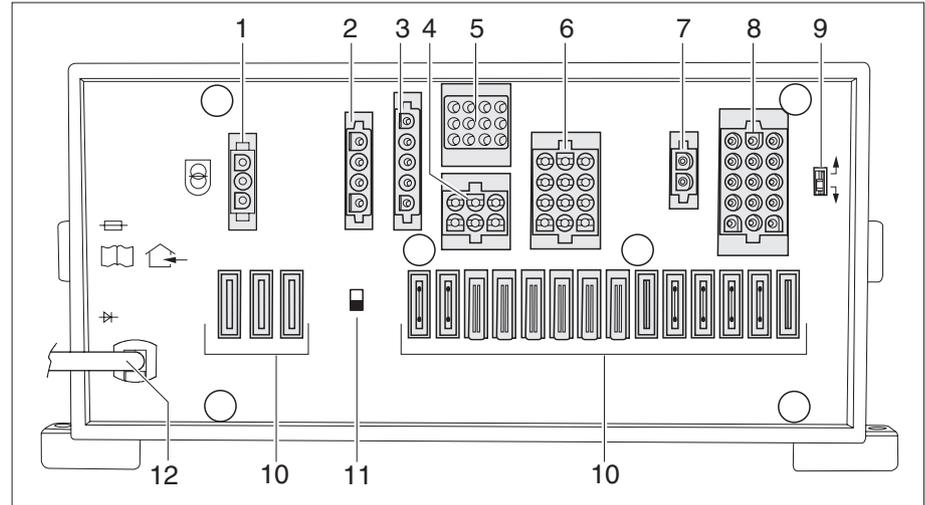

Fig. 69 Bloc électrique (EBL 31)
- L'interrupteur-séparateur de batterie (Fig. 69,11) coupe du réseau 12 V tous les consommateurs raccordés au bloc électrique.
L'interrupteur-séparateur de batterie (Fig. 69,11) coupe tous les consommateurs 12 V de la cellule, y compris la valve de sécurité et de vidange. Ceci permet d'éviter une décharge lente de la batterie de cellule lorsque le véhicule reste inutilisé pendant une longue période (p.ex. immobilisation temporaire).
- ▶ Pousser l'interrupteur-séparateur de batterie (Fig. 69,11) vers le haut : Batterie Marche.
- ▶ Pousser l'interrupteur-séparateur de batterie (Fig. 69,11) vers le bas : Batterie Arrêt.
Si le sélecteur de batterie (Fig. 69,9) est mal réglé, il peut se former du gaz détonant. Risque d'explosion !
Le sélecteur de batterie (Fig. 69,9) peut être utilisé pour régler le module de charge du bloc électrique sur le type de batterie de cellule installé dans le véhicule (« plomb gel », « plomb acide » ou AGM).